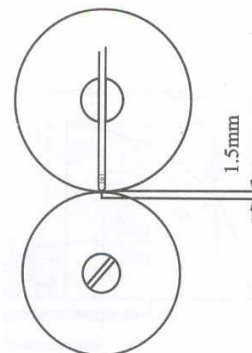

Рис. 10
4. Начальное положение игльной пластины (рис. 10)